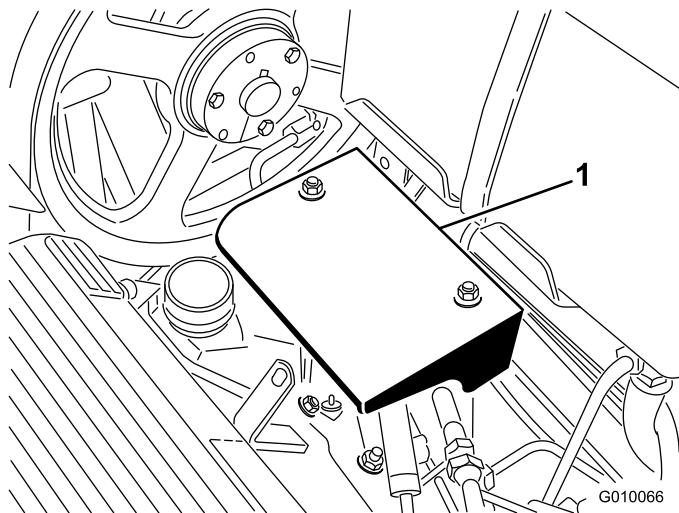

Bild 56
2. Entfernen Sie die beiden Befestigungsmuttern des Pumpenschutzblechs und nehmen Sie das Schutzblech ab (Bild 56).
- Entfernen Sie die beiden Befestigungsmuttern des Pumpenschutzblechs und nehmen Sie das Schutzblech ab (Bild 56).